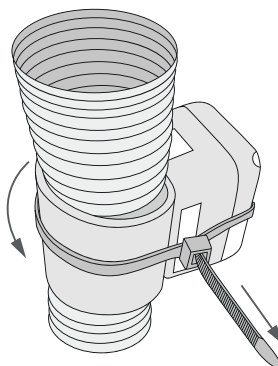

Fig. 03
3. Abrace o mangote com as abas do sensor Fig.03. Não tem problema se estas se cruzarem.